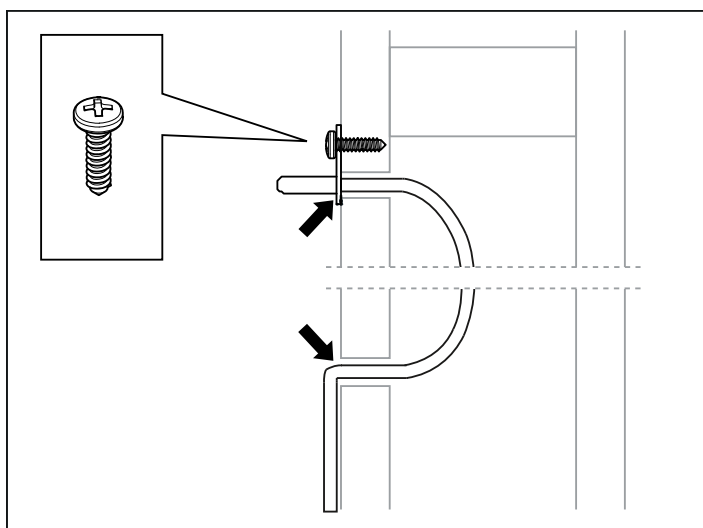

Рисунок 10: Уплотните любые отверстия
8. Установите датчик на стене см. Это датчик, установленный вместе с сенсорной поверхностью Tuļö (дополнительное наименование: 9600 0038). Провод термистора также может быть проведен через стену. Уплотните любые отверстия в стене за датчиком, см. рис. 10, провод термистора может быть расширен за пределы сауны с низковольтным кабелем (2-проводной).